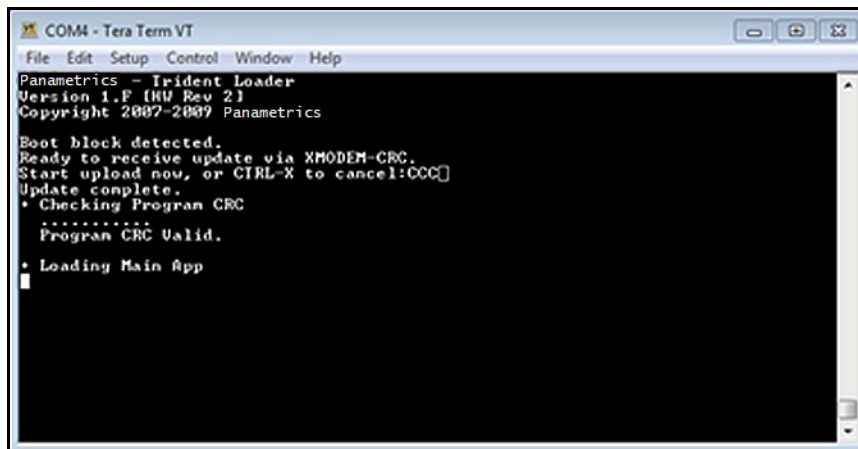

Abbildung 81: Meldung über abgeschlossene Aktualisierung in Tera Term
- Nachdem die Dateiübertragung abgeschlossen ist, wird das *Tera Term*-Terminalfenster wie in *Abbildung 81* unten angezeigt und das Messgerät schaltet sich ein.